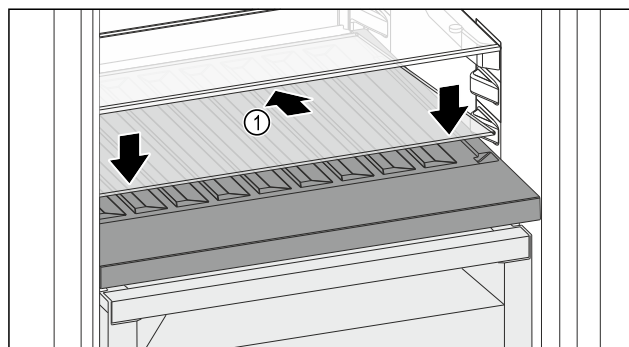

Fig. 146
- Sätt an glasskivan *Fig. 146 (1)* snett och lutad bakåt.
- Sänk glasskivan *Fig. 146 (1)* framtill.